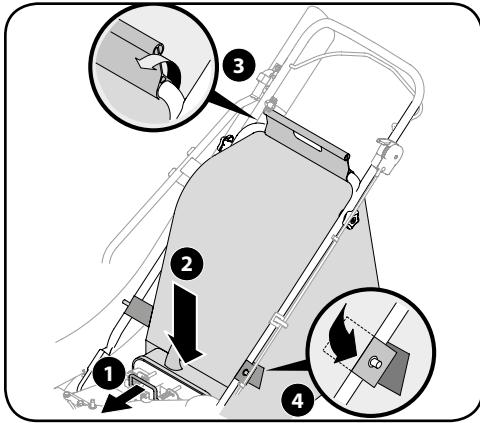

Рисунок 3-6
1. Одной рукой возмитесь за рукоятку мешка и переместите другой рукой зажимной стержень на монтажном кронштейне в сторону двигателя. При перемещении зажимного стержня используйте торец монтажного кронштейна как рычаг. См. рисунок 3-6.
3. Поместите на мешок нижние жгуты поверх нижней рукоятки и прикрепите их к выступам. См. рисунок 3-6.